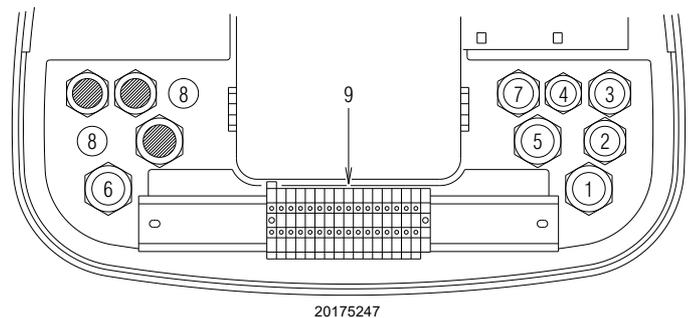

Fig. 24
Tous les câbles à brancher au bornier 9) doivent passer par les passe-câbles comme illustré dans la Fig. 24.
- Purger l'air des tubes de la rampe gaz, en raccordant un tube en plastique sur la prise de pression 1)(Fig. 24) du pressostat gaz seuil minimum.